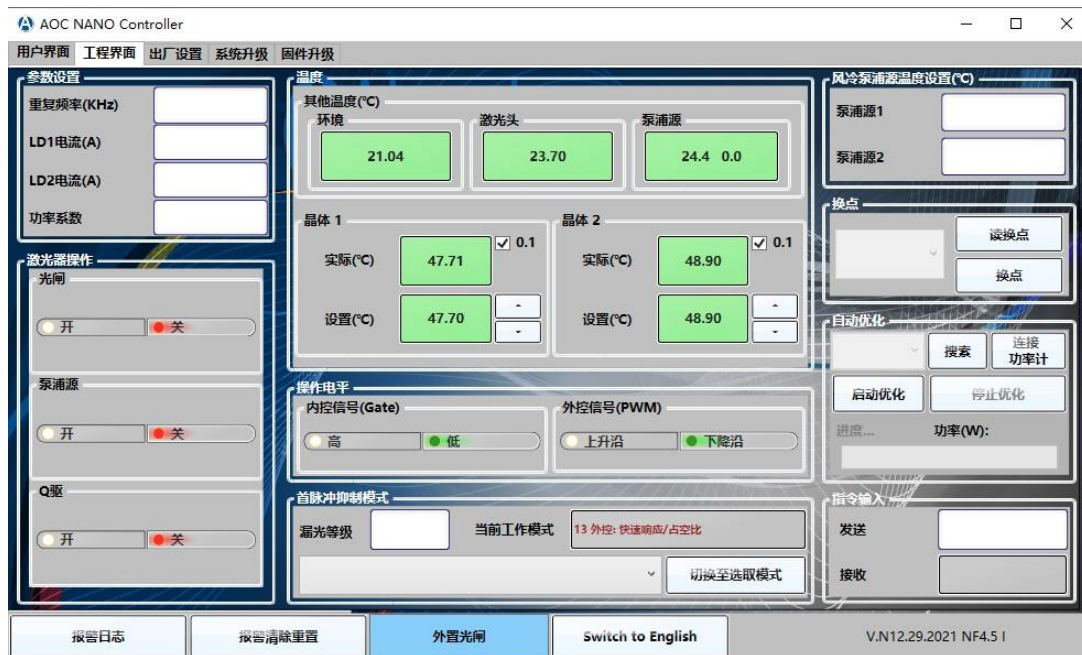

图 6 工程界面
- 激光系统工作参数界面进入，点击“工程界面”输入密码“AOC”（大写），确认后进入第二界面，如图6所示。